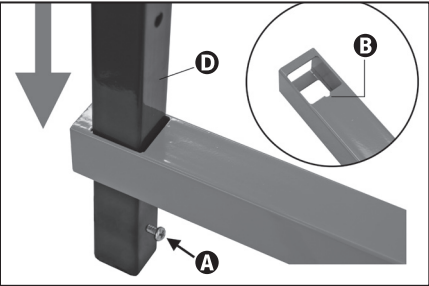

Figure 1
1. Prenez la partie inférieure de la longue barre verticale. Repérez le trou de vis percé à 13 mm (1/2 po.) en partant du bas. Insérez une vis **A**. Prenez la partie inférieure de la barre horizontale orange. Repérez la petite encoche **B** (voir photo encadrée). Glissez la barre orange le long de la barre verticale en la faisant coulisser en partant du haut jusqu’à ce qu’elle soit immobilisée contre la vis. Figure 1.